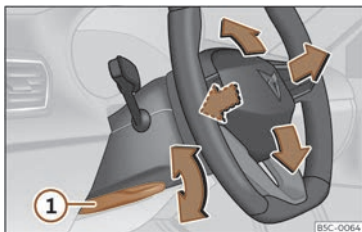

Fig. 92 Maneta din partea stângă jos a coloanei de direcție.
- Trageți maneta >>> **fig. 92** ① în jos, aduceți volanul în poziția dorită și ridicați la loc maneta până când se blochează.
- După ce ați reglat coloana de direcție, împingeți maneta >>> **fig. 92** ① ferm în sus pentru a vă asigura că poziția volanului nu se modifică în timpul deplasării.